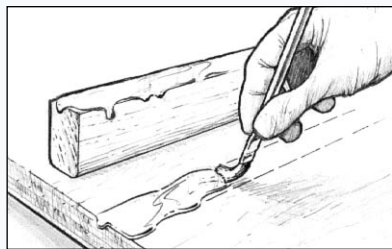

Figure 9 Appliquer le mélange résine/ durcisseur sur les surfaces à encoller.
1. Appliquez une couche de mélange résine/durcisseur sur les surfaces à assembler (*Figure 9*). Cela est appelé « mouillage » ou « apprêtage » des surfaces à encoller. L'époxy est appliqué avec un pinceau jetable sur les petites surfaces et dans les endroits exigus. Imprégnez les larges surfaces avec un rouleau en mousse ou en étalant le mélange résine/durcisseur uniformément avec une raclette en plastique. Vous pouvez passer immédiatement à la deuxième étape ou attendre un peu dans la limite où la couche posée est toujours poisseuse.